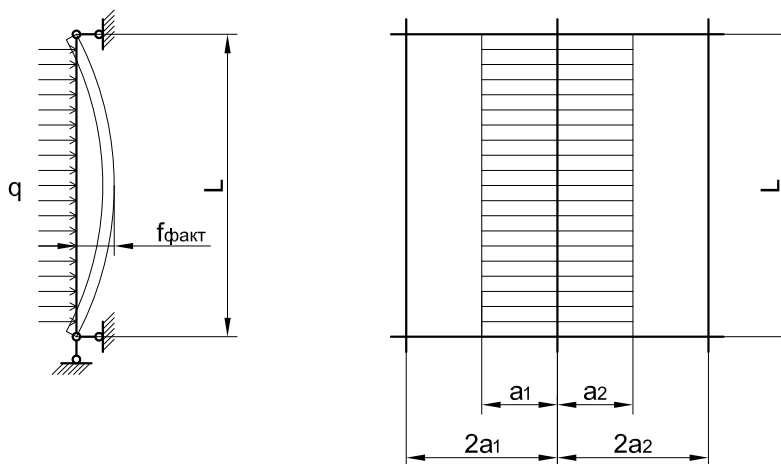

Рис. 1
$A = a_1 + a_2$ - ширина прямоугольной расчетной площади (рис.1), на которую действует ветровая нагрузка (см);
В случае установки в ограждающих конструкциях одного заполнения на стойку (импост) высотой более 240 см (на рис. 1, $3L > 240$ см), вычисленный по формулам (5) или (6) расчетный момент инерции необходимо умножить на значение повышающего коэффициента k_1 , учитывающего ограничение по прогибу кромки стекла: